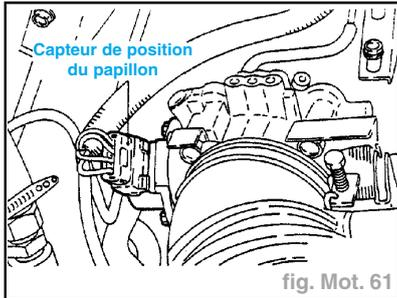

fig. Mot. 61
- Débrancher le connecteur du capteur de position du papillon (fig. Mot. 61).